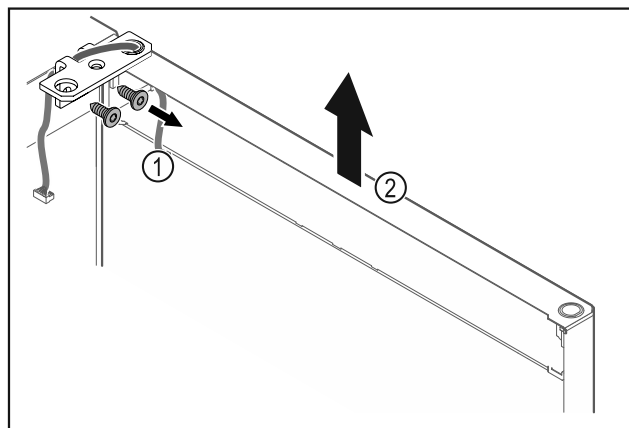

Fig. 23
- ▶ Odvrnite kutne šarke Fig. 23 (1).
- ▶ Dignite vrata s kutnim šarkama Fig. 23 (2) cca 200 mm ravno prema gore i skinite ih.